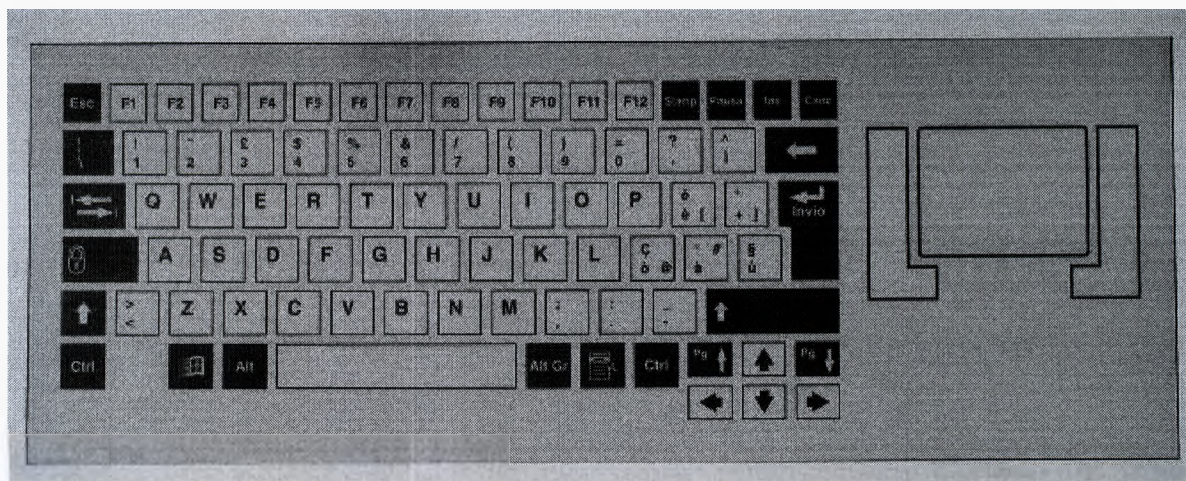

Рисунок 65
9.5.1.3.1 Буквенно-цифровая клавиатура и сенсорная панель (см. рисунок 65) предназначена для ввода данных пациента, а также для функций видеопроцессора.